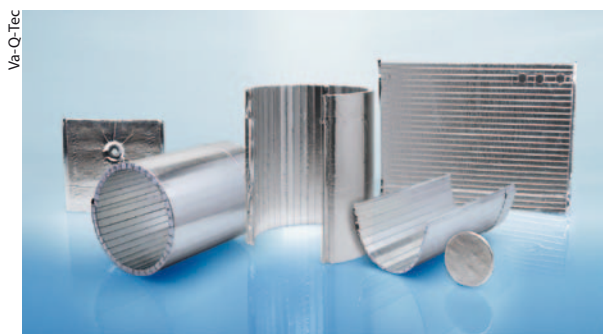

Abb. 1 Vakuumisolationspaneele haben eine etwa zehnmals niedrigere Wärmeleitfähigkeit als konventionelle Dämmungen gleicher Dicke.
Für solche Fälle bieten sich Vakuumisolationspaneele an, die bei gleicher Wirkung deutlich dünner als klassische Dämmstoffe ausfallen (Abb. 1): Die Wärmeleitfähigkeit eines zwei Zentimeter dünnen Paneels entspricht der einer achtmal dickeren Platte aus Polyurethan (PUR) oder einer zehnmals dickeren Platte aus Polystyrol (PS).